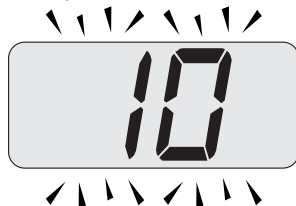

Figura 5.41
- Premere contemporaneamente i tasti 14 e 16 (Figura 5.38) fino a far apparire sul display LCD il valore del parametro 11 (10=60 secondi) (Figura 5.41).